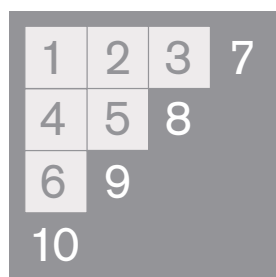

Fig. 15
4.5 PROGRESSION DITE “EN ESCALIER” (VOIR FIG.15).